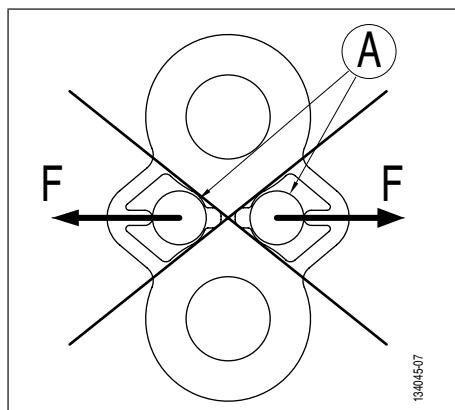

Fig. 5
PERICOLO: E' severamente vietato agganciare i perni del grillo ai bracci di ritegno (Fig. 5, pag. 45).
2. Verificare che la placchetta per test di rottura TA sia correttamente fissata (Fig. 2, pag. 44 e Fig. 5, pag. 45).